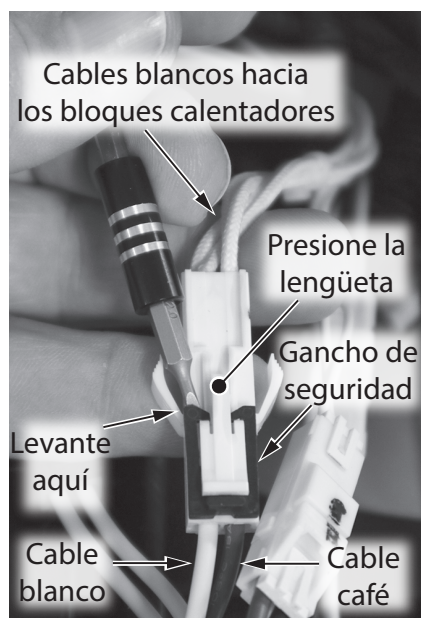

Figura 24 - Retiro del gancho de seguridad del cableado
- 15** Para desconectar, retire suavemente el gancho de seguridad con un minipico o con la uña. Empuje la lengüeta como se muestra en la Figura 24. Separe los mazos de cables. Deje el gancho de seguridad a un lado en un lugar seguro para volver a instalarlo.